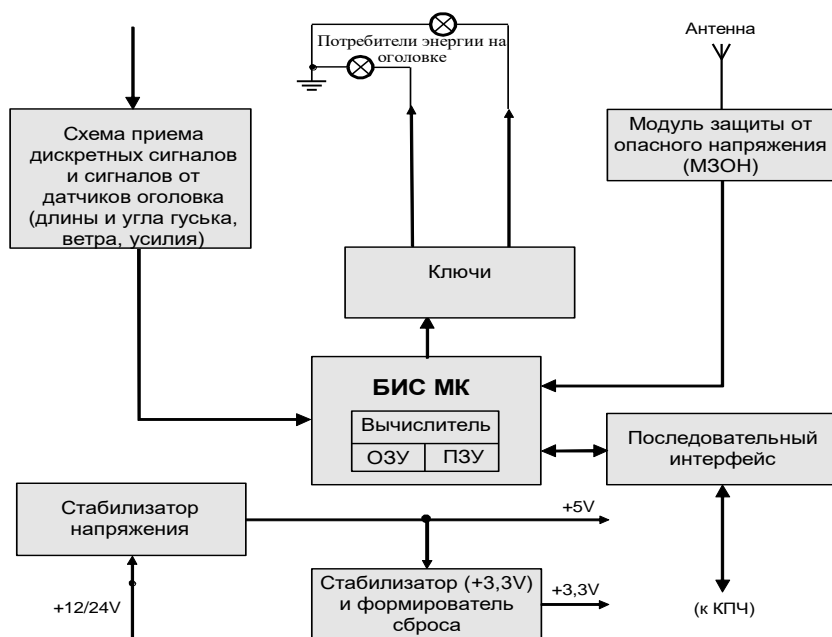

Рисунок 5
**Контроллер оголовка стрелы (КОС)** предназначен (см. рисунок 5) для сбора сигналов с датчиков первичной информации (дискретных, цифровых, частотных и аналоговых), установленных на оголовке стрелы, измерения напряженности электромагнитного поля воздушных ЛЭП частотой 50 Гц, управления двумя потребителями электроэнергии на оголовке стрелы, трансляции этих сигналов с оголовка стрелы по однопроводному последовательному каналу связи.
КОС (рисунок 5) может выполнять и ряд дополнительных функций, например, включение рабочего освещения, горизонтирование люльки и т.п.